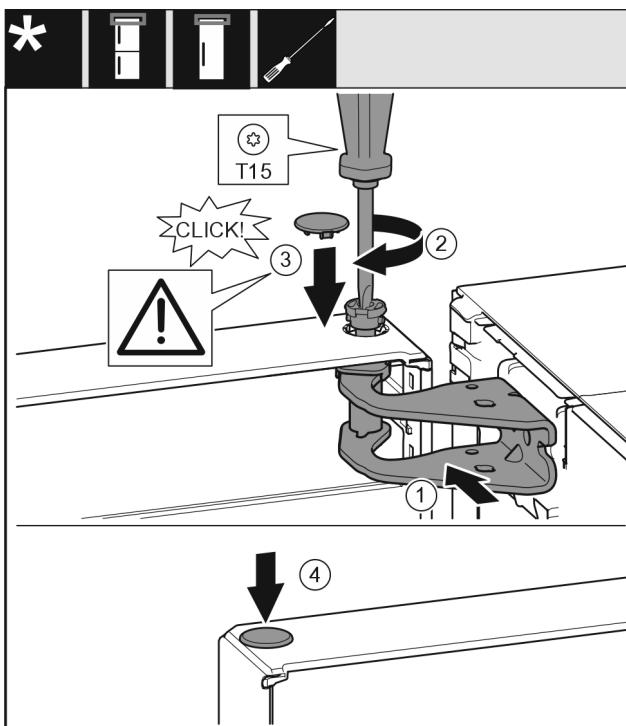

Fig. 22
- ▶ Orienter la porte en haut pour l'ouverture dans le support de palier. Fig. 22 (1)
- ▶ Insérer l'axe Fig. 22 (2) et le serrer avec un tournevis.
- ▶ Monter le cache de fixation Fig. 22 (3) pour sécuriser la porte : mettre le cache de fixation en place et vérifier qu'il repose bien sur la porte. Sinon, insérer complètement l'axe.
- ▶ Mettre le cache Fig. 22 (4) en place.